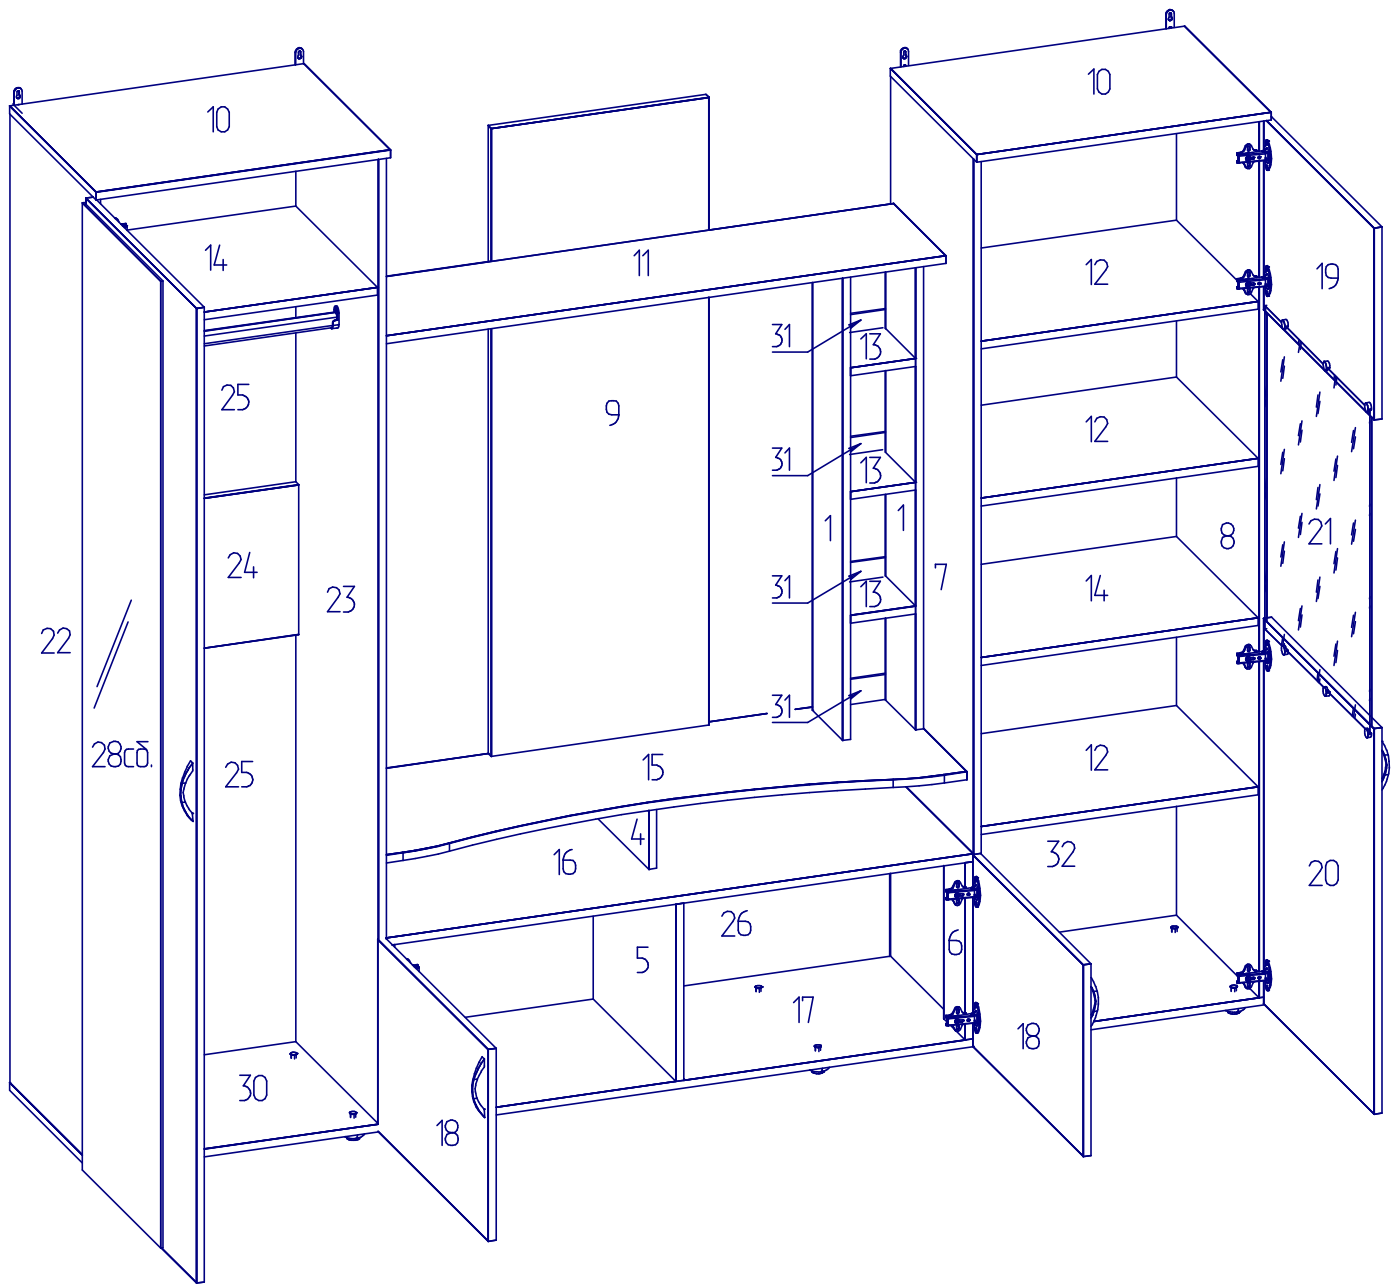
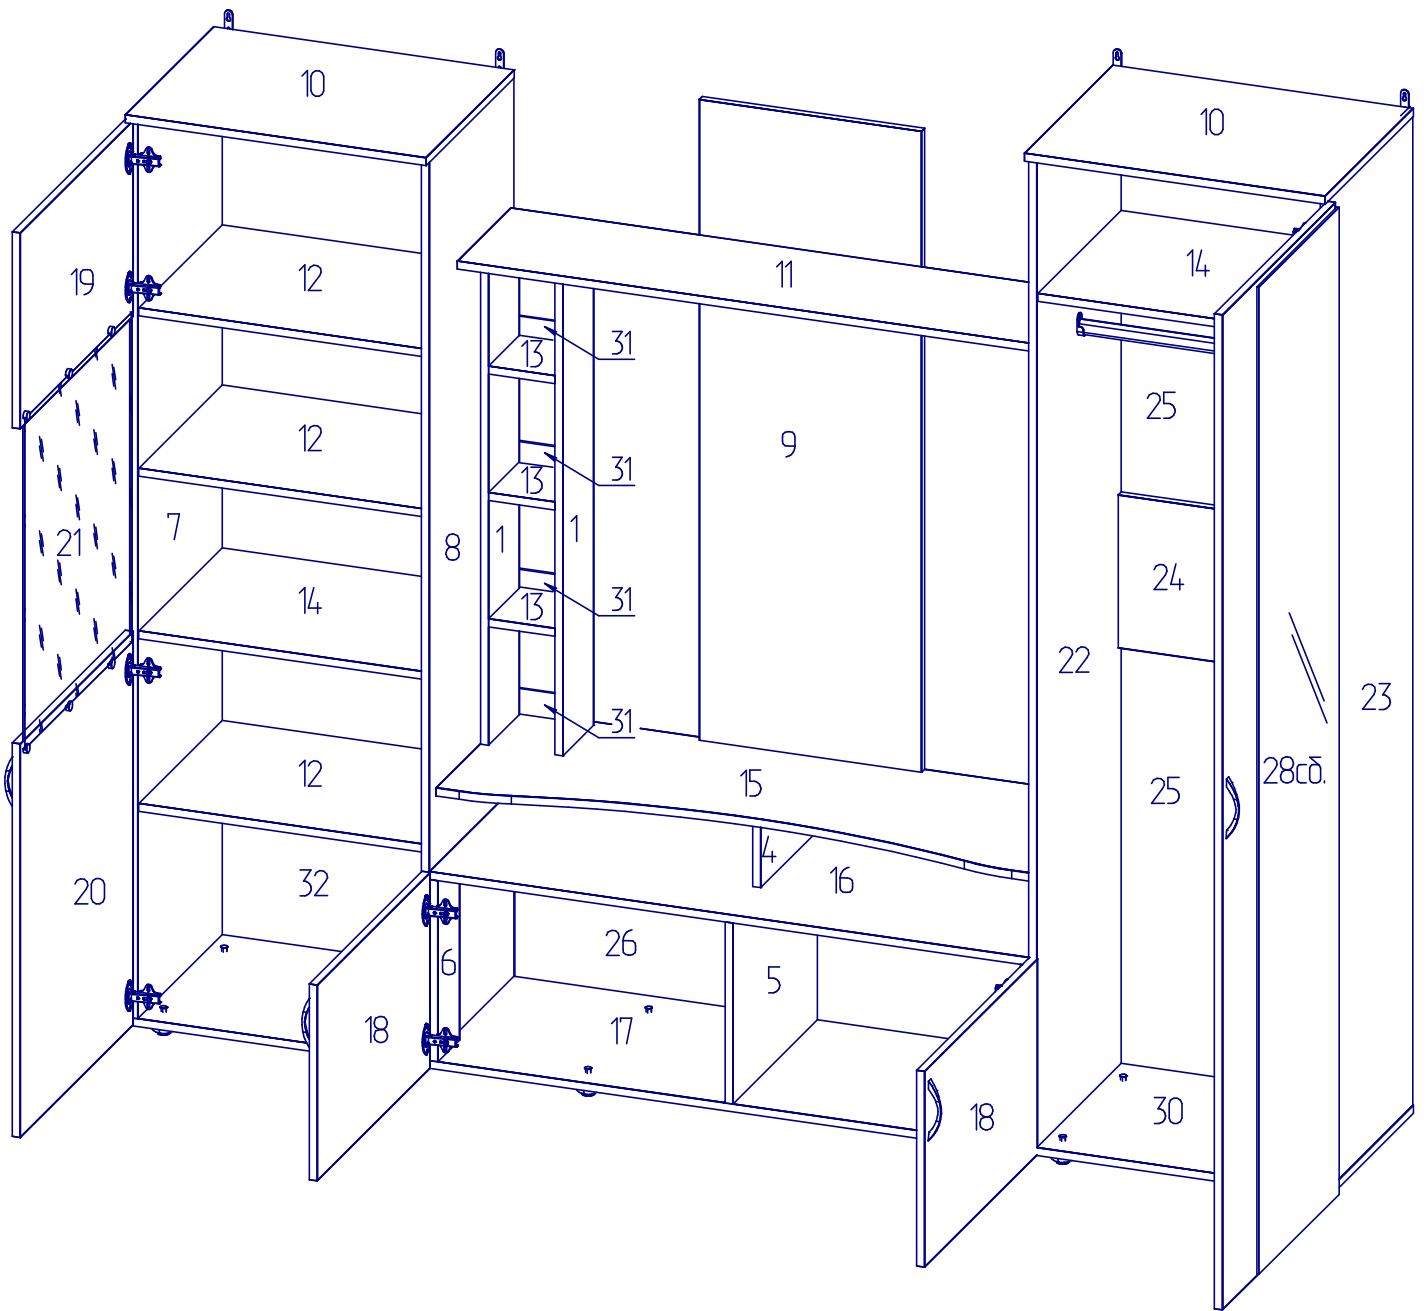

Рис.1
Рис.10
2. Шкаф можно собирать в двух исполнениях (См. Рис.1 и Рис.10).